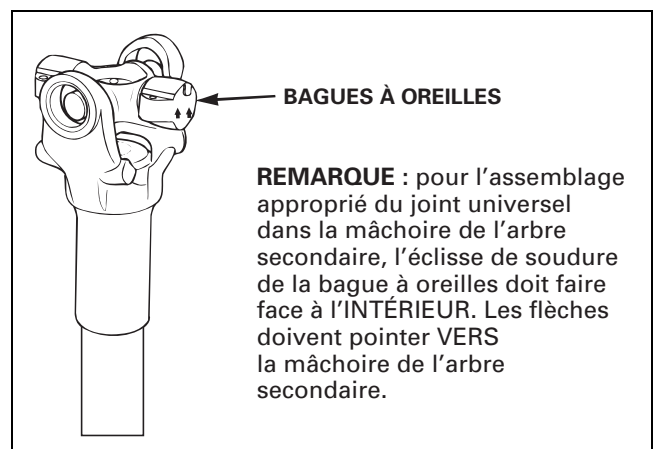

Figure 10
2. Installer le joint universel dans la chape de manière à ce que les éclisses de soudure du palier à oreilles se trouvent vers L'INTÉRIEUR. Figure 10.